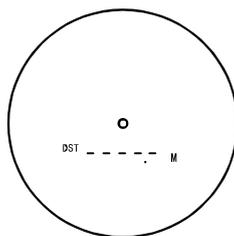

Рисунок 1
- Нажмите кнопку включения/измерения (1) для включения или выключения прибора. По умолчанию дальномер начинает работу с режима измерения расстояния (рис. 1).